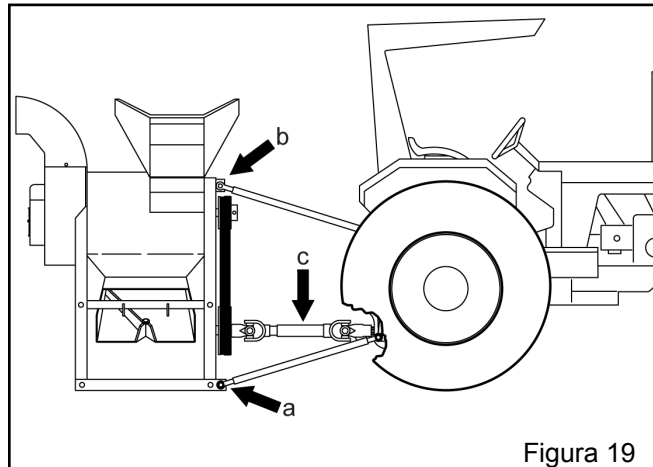

Figura 19
Após efetuar a montagem do kit, fixe o implemento ao sistema de engate de três pontos do trator. Fixe a barra de engate inferior do trator aos pinos de engate do implemento "A". Coloque a barra de regulação do terceiro ponto unindo o trator e o implemento "B", efetue a regulação de nivelamento do implemento ao trator, não deixe folgas nos braços inferiores de engate (Figura 19). A seguir efetue o acoplamento do cardan, seguindo orientações contidas neste manual.
- Acople a base do motor B-110, na parte dianteira do implemento, conforme figura 19;
- A seguir monte os demais componentes conforme instruções do item 6.4.2.